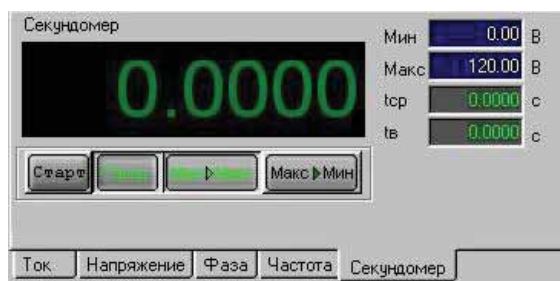

Рис. 2.3. Секундомер
**Назначение полей *Мин* и *Макс*.** Для исключения возможности вывода из строя тестируемого оборудования эти параметры имеют два разных значения – одно, «глобальное», задается из панели инструментов, другое, локальное, задается в соответствующих полях (рис. 2.3).
Для работы в режиме секундомера необходимо активировать соответствующую закладку на виртуальном приборе (рис. 2.3).